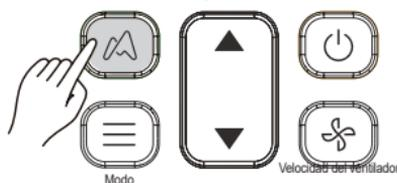

Figura 3.15
1) Pulse  (consulte la figura 3.15) para enviar la señal de la función Midea ETA a la unidad interior. Se muestra el icono .